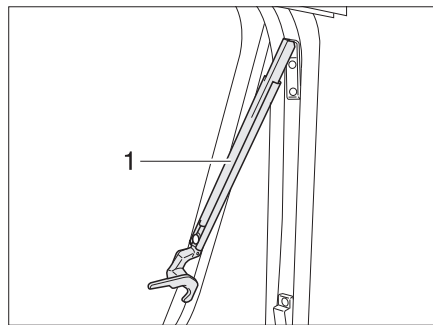

Bild 70 Ausstellfenster mit Automatik-Ausstellern, geöffnet
- Ausstellfenster bis zur gewünschten Raststellung öffnen. Der Automatik-Aussteller (Bild 70,1) rastet selbstständig ein.